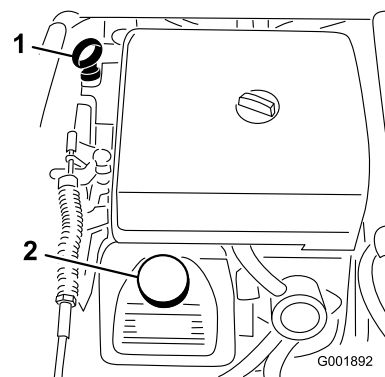

Figura 50
2. Togliete l'asta di livello ed asciugatela con un panno pulito (Figura 50). Inserite l'asta nel tubo e verificate che sia inserita a fondo. Rimuovete l'asta e controllate il livello dell'olio.
3. Se il livello dell'olio è basso, togliete il tappo di rifornimento dal coperchio della valvola (Figura 50) e versate dell'olio fino a portarne il livello al segno di pieno (Full) sull'asta. Versate l'olio lentamente, controllando spesso il livello durante questa operazione. Non riempite troppo.
8. Versate lentamente circa l'80% della quantità indicata d'olio nel bocchettone di rifornimento (Figura 50).